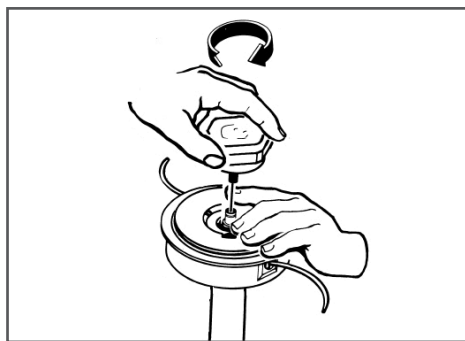

Рис. 14 Закручивание гайки крепления триммерной головки
- Удерживая одной рукой катушку с кордом в корпусе триммерной головки, другой рукой закрутите гайку крепления триммерной головки по часовой стрелке (Рис. 14). После этого потяните одновременно за оба конца корда для того, чтобы освободить корд из специальных пазов в катушке.